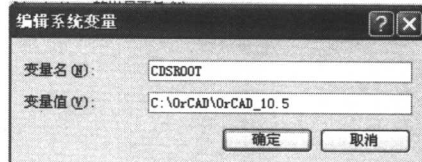

图 1.2.22 系统变量编辑界面
⑤同上步骤输入系统属性的环境变量,如图 1.2.22 所示。